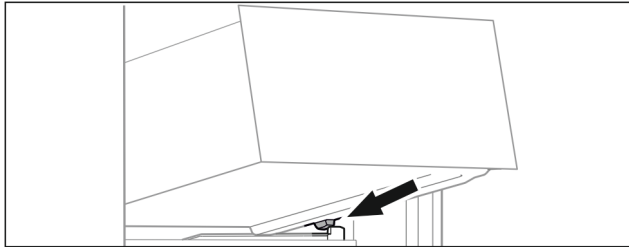

Fig. 55
- ▶ Lade schuin achter de stoppers op containerrib plaatsen. (zie Fig. 55)